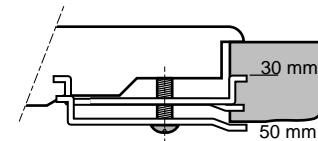

Abb. 9
- Nur für CKB 640: die Haltebügel montieren (siehe Abb. 9).